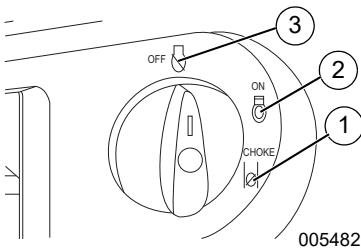

Figura 3-2. Posiciones de apagado/marcha/cebado
1. Consulte la **Figura 3-2**. Gire el interruptor de apagado/marcha/cebado a la posición CHOKE (Cebado) (1).
4. Consulte la **Figura 3-2**. Cuando el motor arranque, gire el interruptor de apagado/marcha/cebado a la posición RUN (2). El cebador reduce su funcionamiento a medida que el interruptor de apagado/marcha/cebado se gira hacia la posición RUN.
3. Consulte la **Figura 3-2**. Gire el interruptor de apagado/marcha/cebado a la posición OFF (3).
1. Consulte la **Figura 3-2**. Gire el interruptor de apagado/marcha/cebado de la posición OFF a la posición RUN. De esta manera se abrirá la válvula de combustible y el motor arrancará.